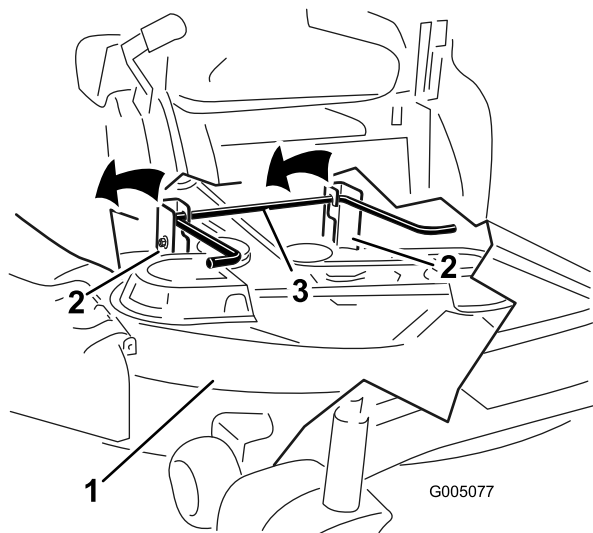

Figure 60
- En vous aidant des poignées, soulevez le tablier de coupe et les supports pour les dégager de la tige de levage arrière et abaissez le tablier au sol avec précaution (Figure 60 et Figure 61).
5. Soulevez l'arrière du tablier de coupe et guidez les supports sur la tige de levage arrière (Figure 60).